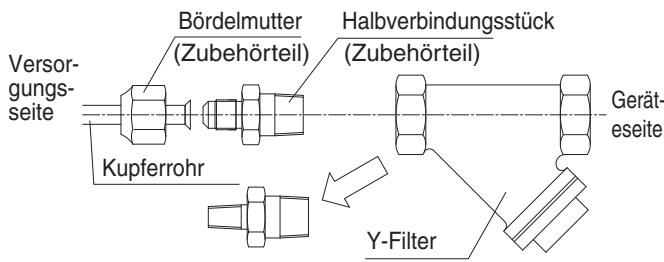

Abb. 9 Entfernen Halbverbindungstücke austauschen
- Verwenden Sie für die Versorgungsleitung Kupferrohr, müssen die Halbverbindungstücke ausgetauscht werden. (Siehe Abb. 9)